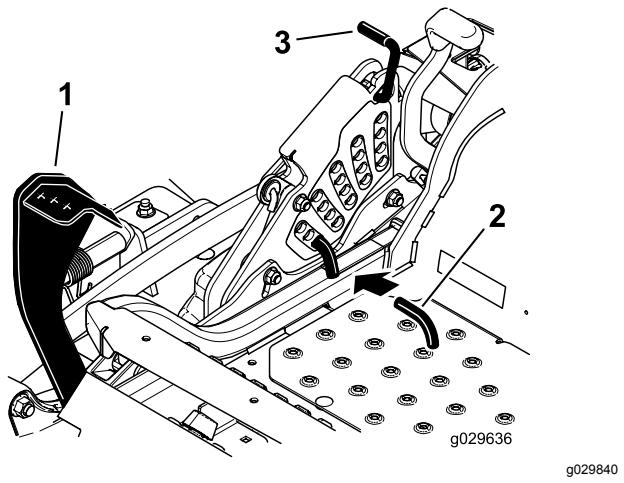

Figura 27
2. Pise el pedal de elevación de la carcasa y eleve la carcasa a la posición de transporte (que es también la posición de altura de corte de 140 mm - 5½"); consulte Figura 27.
3. Para ajustar la altura de corte, gire el pasador 90 grados y retire el pasador del soporte de altura de corte (Figura 27).
4. Seleccione el taladro del soporte de altura de corte que corresponde a la altura de corte deseada, e inserte el pasador (Figura 27).